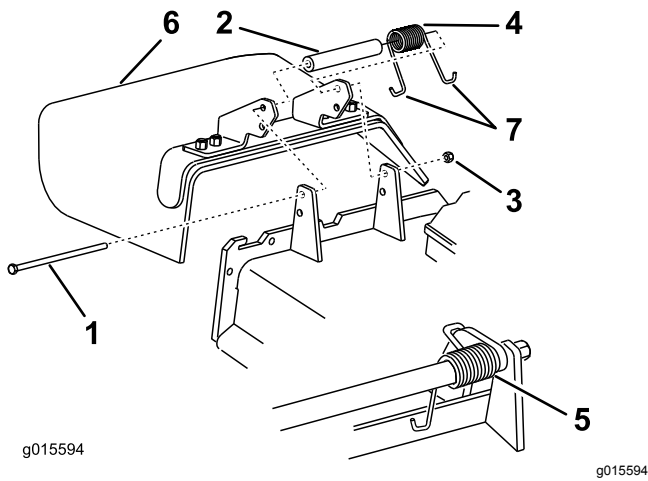

Bild 89
1. Entfernen Sie die Sicherungsmutter, Schraube, Feder und das Distanzstück, mit denen das Ablenkblech an den Schwenkhalterungen befestigt ist (Bild 89).
2. Entfernen Sie defekte oder abgenutzte Ablenkbleche (Bild 89).
- Hinweis:** Achten Sie darauf, dass ein J-förmiges Federende hinter der Mähwerkante befestigt ist, bevor Sie die Schraube einsetzen, wie in Bild 89 abgebildet.
- Führen Sie das J-förmige Hakenende der Feder um das Ablenkblech (Bild 89).